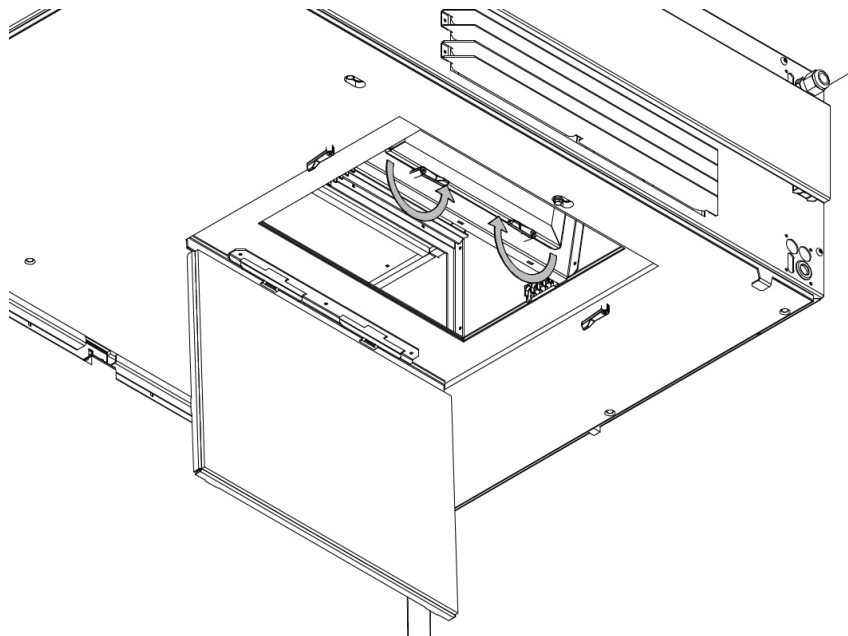

Figur 26: Udtagning af grovfilter
4. Tag filteret ud, og udskift det med et nyt – se Figur 26 og Figur 27.